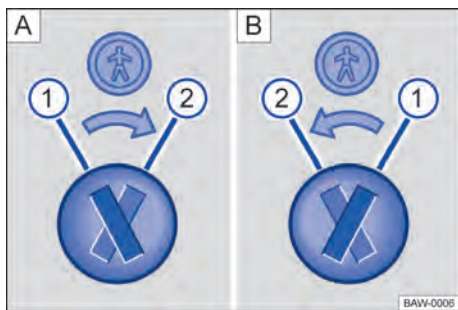

Fig. 44 Trava de segurança para crianças: **A** porta traseira esquerda, **B** porta traseira direita.
Legenda para → **Fig. 44:**
- Introduzir a haste da chave na ranhura da trava de segurança para crianças para ativar ou desativar → Fig. 44.